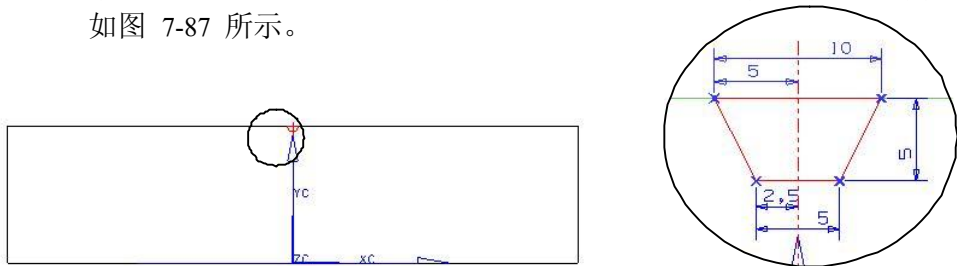

图7-87
33. 在【成形特征】工具条中单击【草图】 按钮，弹出【基准平面】悬浮工具条。单击【ZC-XC】 和【确定】 按钮进入二维草图界面绘制草图轮廓，如图 7-87 所示。